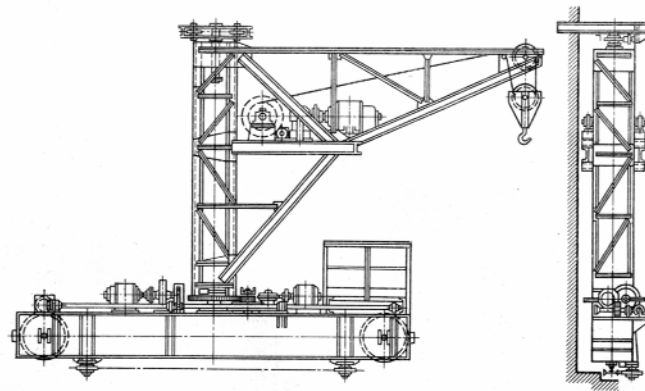

Рис. 1
**1. Рассчитать механизм подъема велосипедного крана (рис. 1) по данным табл. 1.**